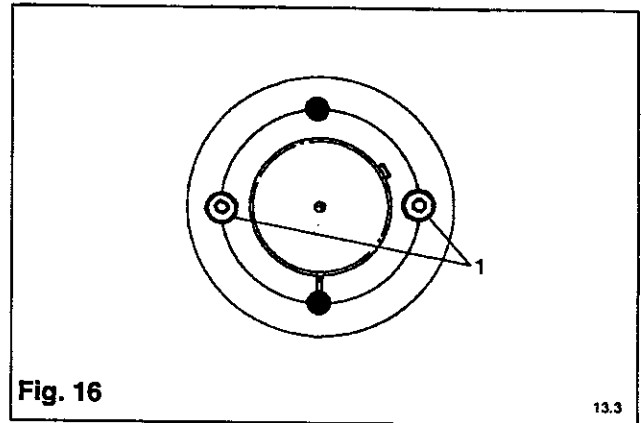

Fig. 16
L'expérience montre que les manchons coniques, comme ceux montés dans les poulies du ventilateur et la poulie menée de l'alternateur de la batterie, risquent de se desserrer peu après leur mise en service. Vérifier le serrage des vis Allen (1) **Fig. 16** et, avec une clé à six pans, serrer progressivement et alternativement les vis jusqu'au couple prescrit (voir **Réglages des couples de serrage, pages 11-13**). Pour des détails complets sur la poulie conique de blocage, se reporter à **Section B2 & U1 du Manuel d'Atelier**. Remonter toutes les protections déposées avant de remettre le moteur en marche (voir **Fig. 16**).